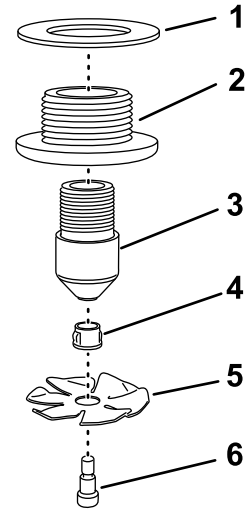

图20
1. 在轴肩螺栓上组装冲洗叶片和轴套图20。
2. 将冲洗叶片、轴套和轴肩螺栓组装到冲洗喷嘴上图20。
4. 将冲洗喷嘴组件安装到隔板接头上并用手紧固图20。
5. 将垫片安装到隔板接头上图20。